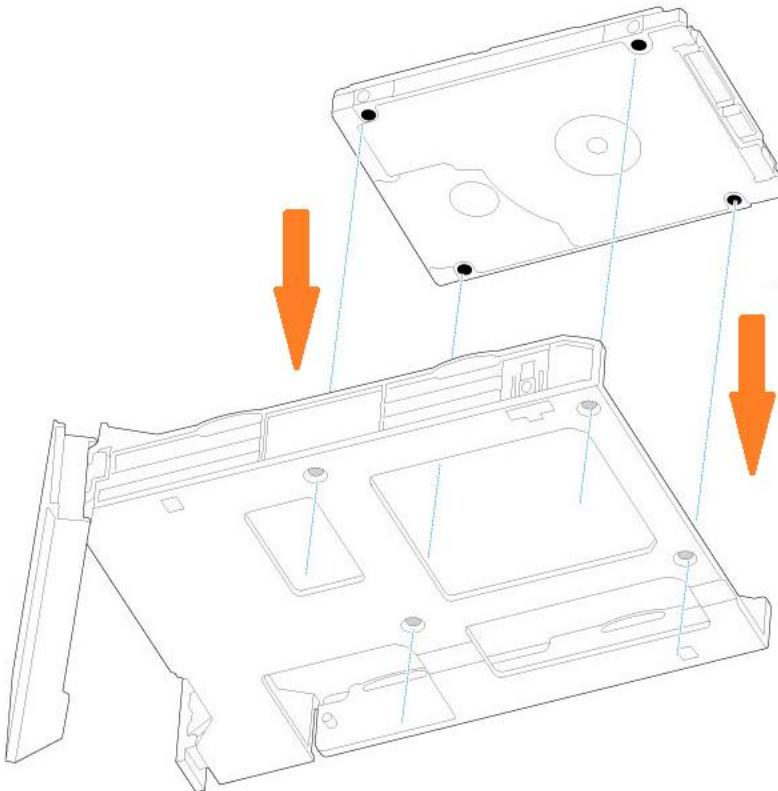

Рисунок 104 - Совмещение отверстия для винтов
- 4.5) Совместить отверстия для винтов на лотке жестких дисков с отверстиями для винтов внизу 2,5-дюймового жесткого диска или твердотельного накопителя (см. Рисунок 104).